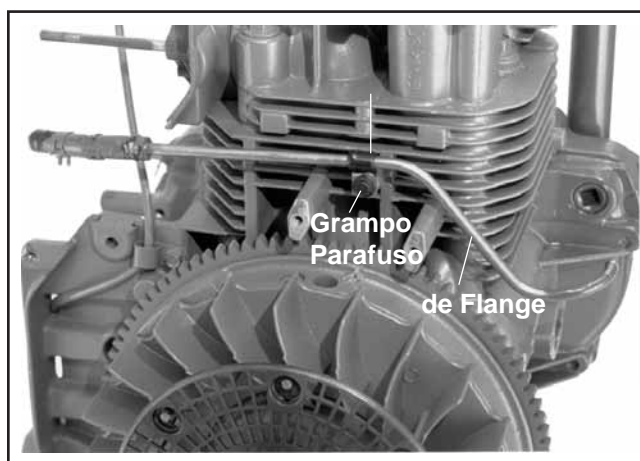

Figura 11-27. Instalar a Linha de Combustível.
1. Instale a linha de combustível, o grampo e o parafuso de flange hexagonal. Consulte a Figura 11-27.